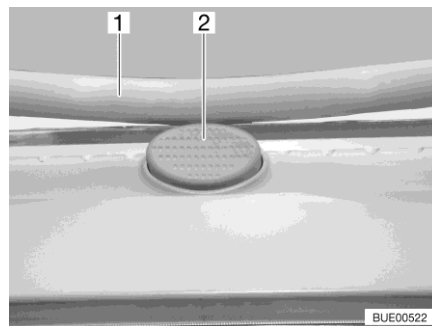

Bild 28 Låsknapp (uppfällbar taklucka)
- Tryck på låsknappen (Bild 28,2) och dra ner bygeln (Bild 28,1) med båda händerna.
- Tryck bygeln uppåt med båda händerna tills bygeln ligger ovanför låsknappen (Bild 28,2).